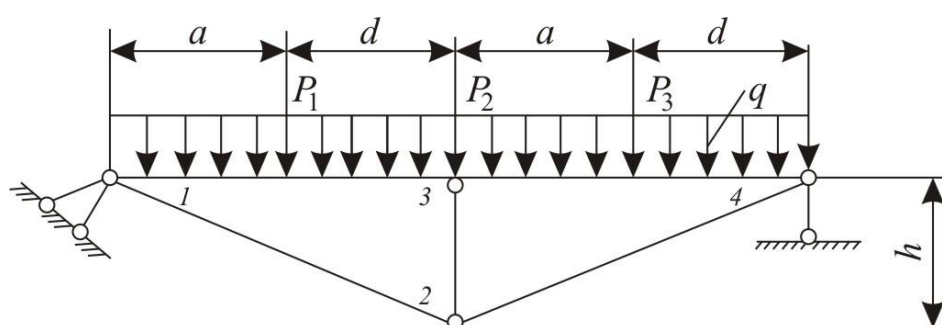
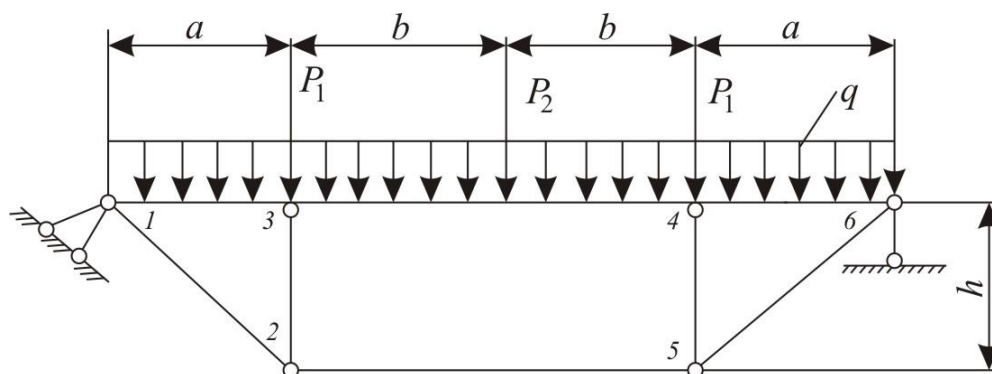

Рисунок 17
Рисунок 18
Балку такої конструкції показано на рис. 17 і 18.
Дані до рис. 17
Дані до рис. 18
1. Вибрати основну систему – розрізати стійку (рис. 17) або затяжку (рис. 18) і внутрішнє зусилля замінити невідомим зусиллям  $x$ .